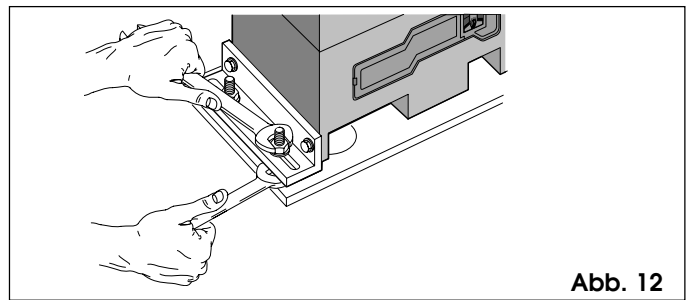

Abb. 12
- 5) Den Getriebemotor auf der Grundplatte befestigen, indem die Schraubenmutter gemäß Abb. 12 angezogen werden.